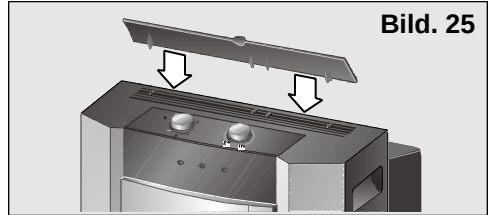

Bild. 25
- ☐ Lyft upp luftflödesriktaren på apparatens ovansida. På modellen **PA0630M** är denna luftflödesriktare inte förinstallerad. Se **bild 25 i 26** kapitlet "Värme".
- ☐ Lyft upp luftflödesriktaren som finns på apparatens översida. På modell **PA0630M** är denna riktare inte förinstallerad på apparaten. Se **Bild 25** och **26** i kapitlet som behandlar apparatens värmefunktion.